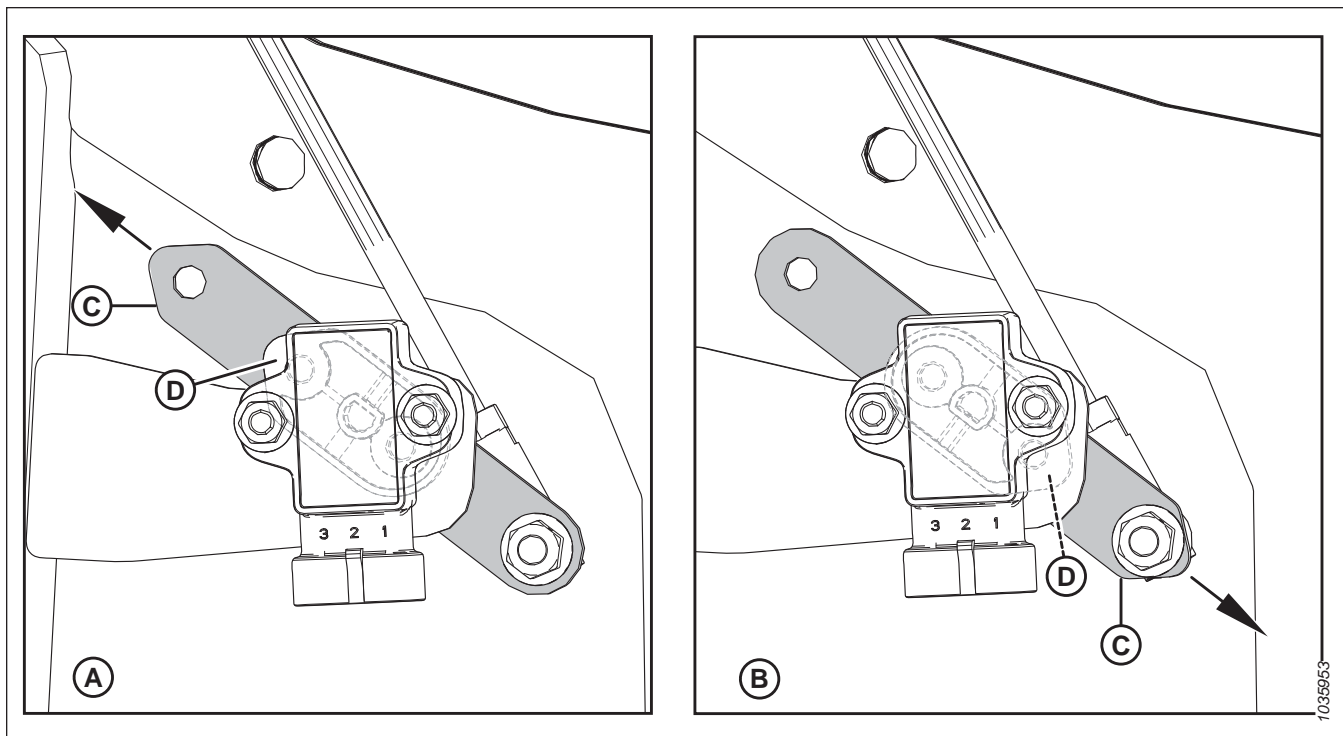

Figura 3.329: Configurações do sensor do braço/ponteiro
4. Certifique-se que o sensor do braço (C) e o ponteiro (D) estão configurados adequadamente para a sua máquina, consulte a Figura 3.329, página 223.